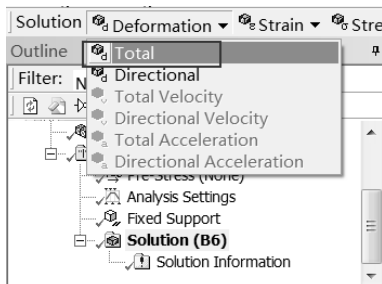

图 8-19 添加变形选项
Step2 : 选择 Solution 工具栏中的 Deformation (变形) Total 命令, 如图 8-19 所示, 此时在分析树中会出现 Total Deformation (总变形) 选项。